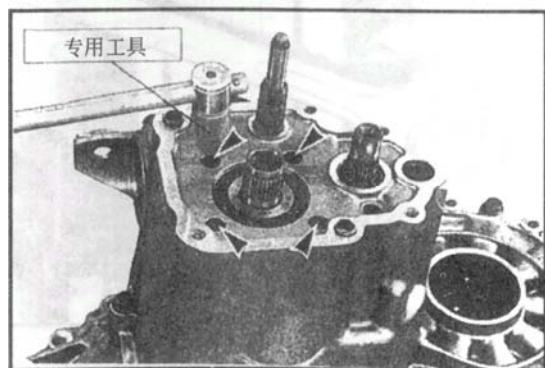

图 4-23 拆卸变速器 (十四)
(14) 用专用工具旋下输入轴后轴承挡片夹紧螺栓, 如图 4-23 所示。